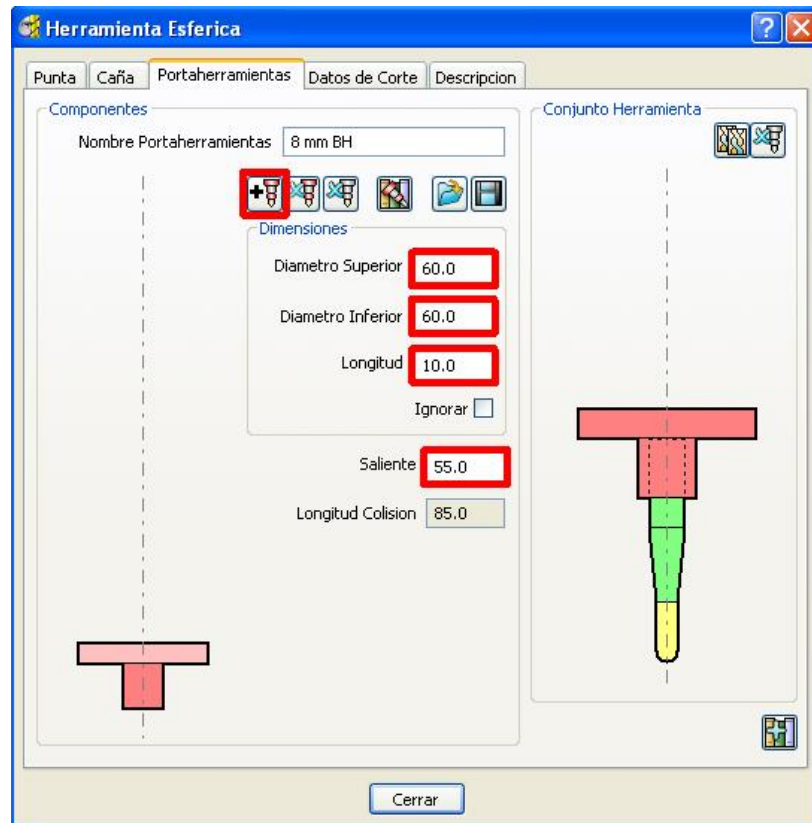

Figura 2.175 Segundo componente del portaherramientas.
- Hacer clic en Añadir portaherramientas  para añadir la parte superior del portaherramientas. Indicar (Figura 2.175):